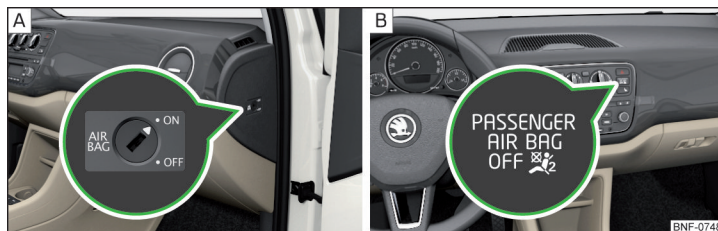

Fig. 10 Conmutador de llave para el airbag lateral del acompañante/Testigo para el airbag delantero del acompañante
El airbag frontal del acompañante se puede desconectar con el conmutador de llave » fig. 10 de la pág. 18 - A.
Posiciones del conmutador de llave » fig. 10 - A
- Gire con la llave del vehículo cuidadosamente la ranura del conmutador de llave a la posición » fig. 10 - A **OFF**.
- Compruebe si, tras conectar el encendido, se enciende el testigo **PASSENGER AIR BAG OFF** » fig. 10 - B.
- Gire con la llave del vehículo cuidadosamente la ranura del conmutador de llave a la posición » fig. 10 - A **ON**.
- Compruebe si, tras conectar el encendido, no se enciende el testigo **PASSENGER AIR BAG OFF** » fig. 10 - **B**.